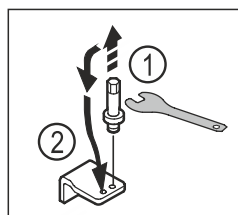

Fig. 13
- ▶ S ključem z zunanjim šestkotnikom velikosti 5 odvijte sornik spodnjega ležajnega podstavka. Fig. 13 (1)
- ▶ Sornik vstavite na nasprotni strani. Fig. 13 (2)